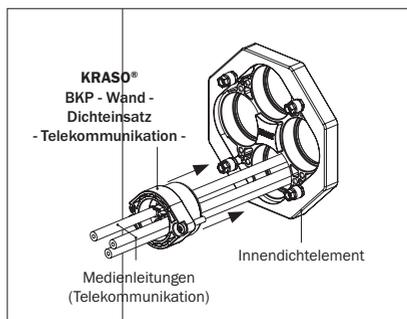

Abbildung 15.3: Montage KRASO® BKP - Wand - Dichteinsatz - Telekommunikation - innenseitig
- Schieben Sie den **KRASO® BKP - Wand - Dichteinsatz - Telekommunikation** - mit der Gummidichtung voraus über die Medienleitung(en) bis in das Innendichteelement des **KRASO® Bauherren-Komfortpakets - Wand**. Beachten Sie, dass die Schraublöcher am Dichteinsatz und die Kernlöcher im Innendichteelement übereinander liegen (s. Abbildung 15.3).